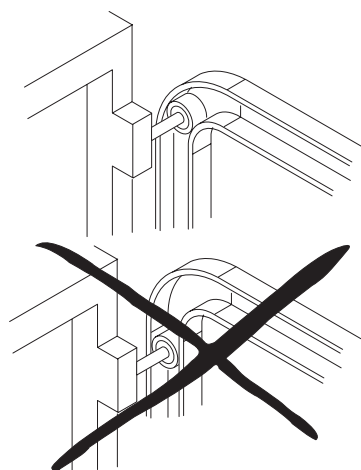

Fig. 5
- Compruebe que el rodillo de guía superior de la puerta seccional se halle, con la puerta cerrada, en la parte horizontal de la guía (fig. 5).